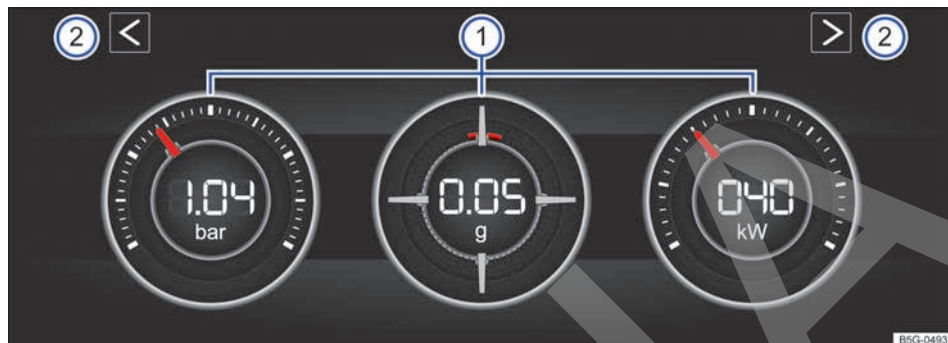

Fig. 24 En el sistema de infotainment: monitor de potencia (en función del equipamiento).
Leyenda de la fig. 24
La pantalla puede mostrar simultáneamente tres instrumentos, como máximo. Todos los instrumentos se pueden seleccionar indistintamente para cualquier área de visualización → fig. 24 ① (izquierda, central y derecha).
Este indicador → fig. 24 ① (a la izquierda) muestra la presión en el tramo comprendido entre el turbocompresor y el motor (en la unidad "bar"). Cuanto más a la derecha se encuentre la aguja en la escala, más potencia entregará el motor.
- **Medidor de la aceleración (acelerómetro):** El medidor de la aceleración (acelerómetro) → fig. 24 ① (en el centro) muestra en la zona central el valor de la aceleración (en la unidad "g"). La marca roja de la zona con forma reticular muestra la fuerza de la aceleración y la dirección de la fuerza que actúa (en dirección opuesta según las leyes físicas). Si, p. ej., se gira hacia la izquierda, la marca roja se mueve en la zona derecha del instrumento (y viceversa). ▶
- **Indicador de potencia:** El indicador de potencia → fig. 24 ① (a la derecha) muestra la potencia del motor solicitada en formato digital y en la escala circundante (en kW).
- En el monitor de potencia, pulse una de las flechas → fig. 24 ② para cambiar al cronómetro.
Con las flechas → fig. 24 ② o → fig. 25 puede cambiar en todo momento entre el cronómetro y el monitor de potencia.